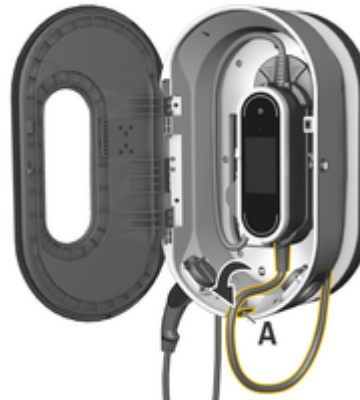

Fig. 10: Ligar a unidade de comando
3. Passe o cabo do veículo através da abertura **A** (Fig. 10) e enrole qualquer excesso de cabo à volta da estação de carga.